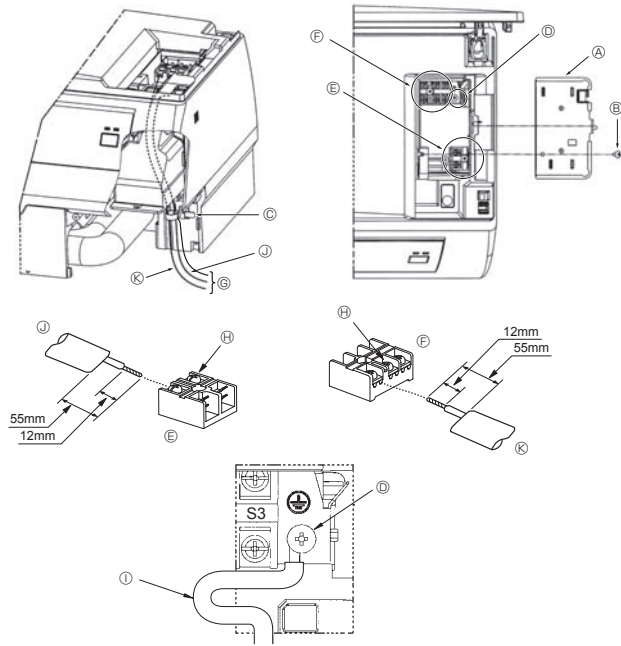

Fig. 6-1
■ PKA-RP60, 71, 100KAL (Fig. 6-1)